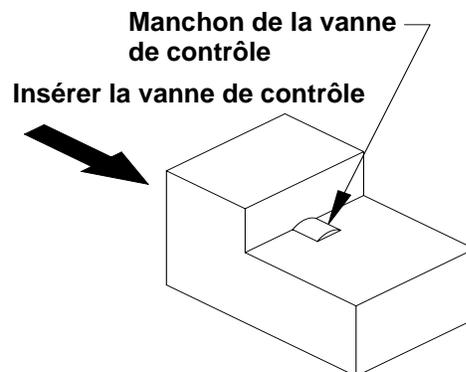

FIG. 24: Bloc de démontage du manchon
- c. Déposez le manchon de la vanne de contrôle endommagée. Retirez la bille et le ressort. Insérez la vanne de contrôle dans le bloc de démontage du manchon de la vanne de contrôle (FIG. 24). Alors que le bloc est maintenu, maintenez la pression sur la tête de la vanne de contrôle, coupez le manchon de la vanne de contrôle avec une lame coupante à un angle de 10-15 degrés par rapport au plan du bloc de démontage. Retirez la vanne de contrôle du bloc et détachez le manchon. Si la vanne de contrôle reste dans le support de pistolet après la dépose de la vanne de contrôle, utilisez l'outil d'extraction pour retirer le manchon. Insérez l'extrémité filetée de l'outil dans l'orifice de nettoyage et tournez plusieurs fois dans le sens des aiguilles d'une montre tout en appuyant sur l'outil dans le support de pistolet. Retirez l'outil du support de pistolet ; le manchon doit coulisser avec l'outil.